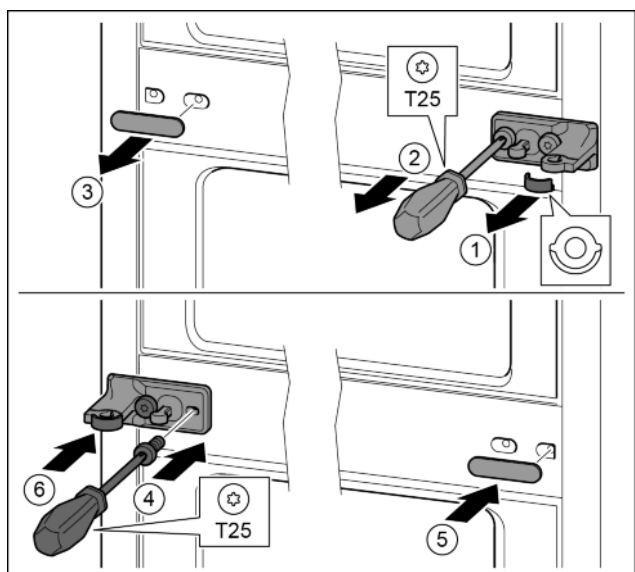

Fig. 15
- ▶ Stáhněte podložku. Fig. 15 (1)
- ▶ Šroubovákem T25 vyšroubujte šrouby. Fig. 15 (2)
- ▶ Opatrně stáhněte kryt. *Fig. 15 (3)*
- ▶ Stojan ložiska s fólií otočený o 180° pevně přišroubujte na druhé straně. *Fig. 15 (4)*
- ▶ Kryt otočený o 180° připevněte na druhé straně. *Fig. 15 (5)*
- ▶ Zepředu nasuňte podložku. *Fig. 15 (6)*